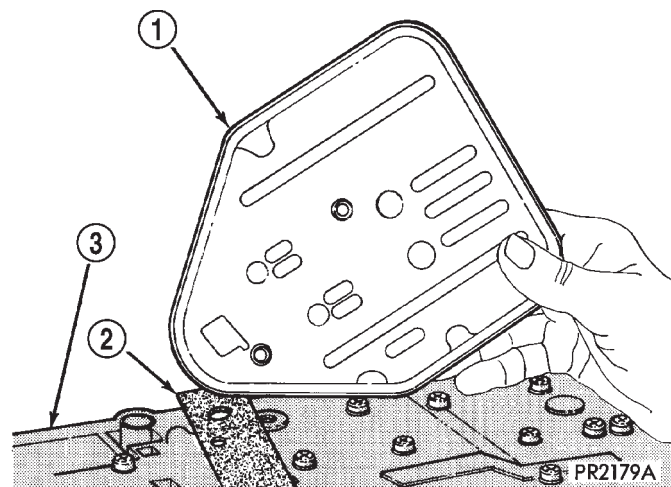

Fig. 79 Filtro de aceite y junta
(40) Instale el filtro de aceite y la junta en su posición (Fig. 79).